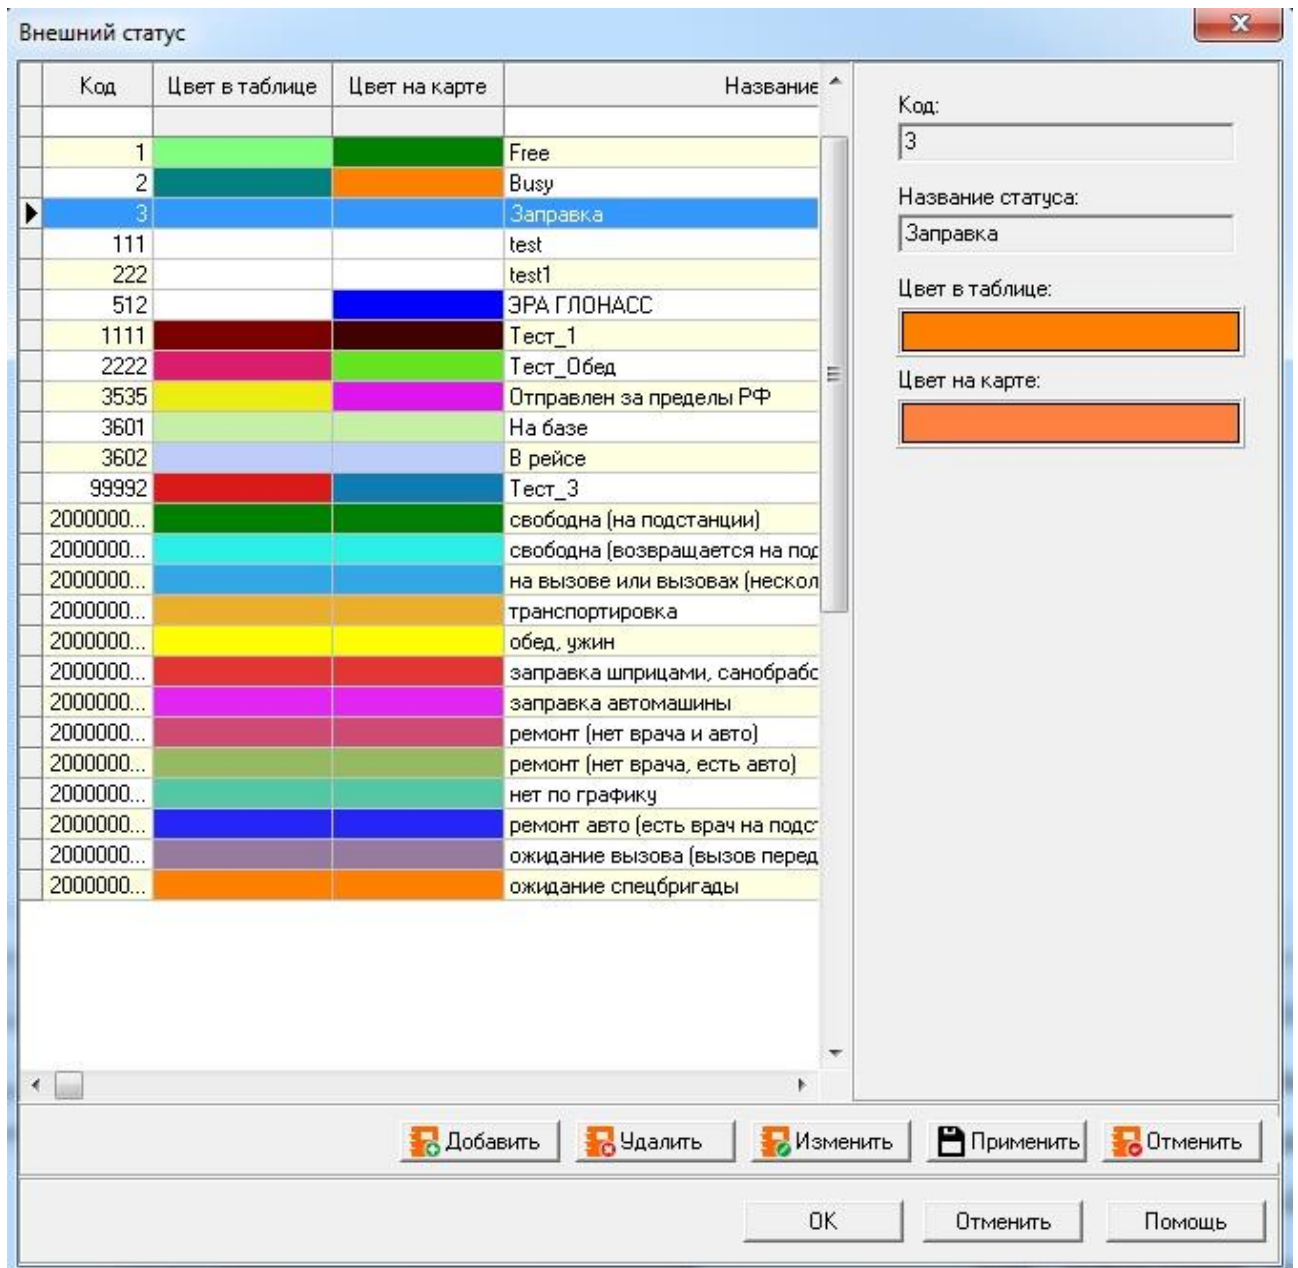

Рисунок 15 – Форма редактора справочника внешних статусов ТС
- 1 вызвать пункт меню «Справочники» \Rightarrow «Внешний статус». Программа предоставляет форму редактора справочника внешних статусов ТС (см. Рисунок 15).